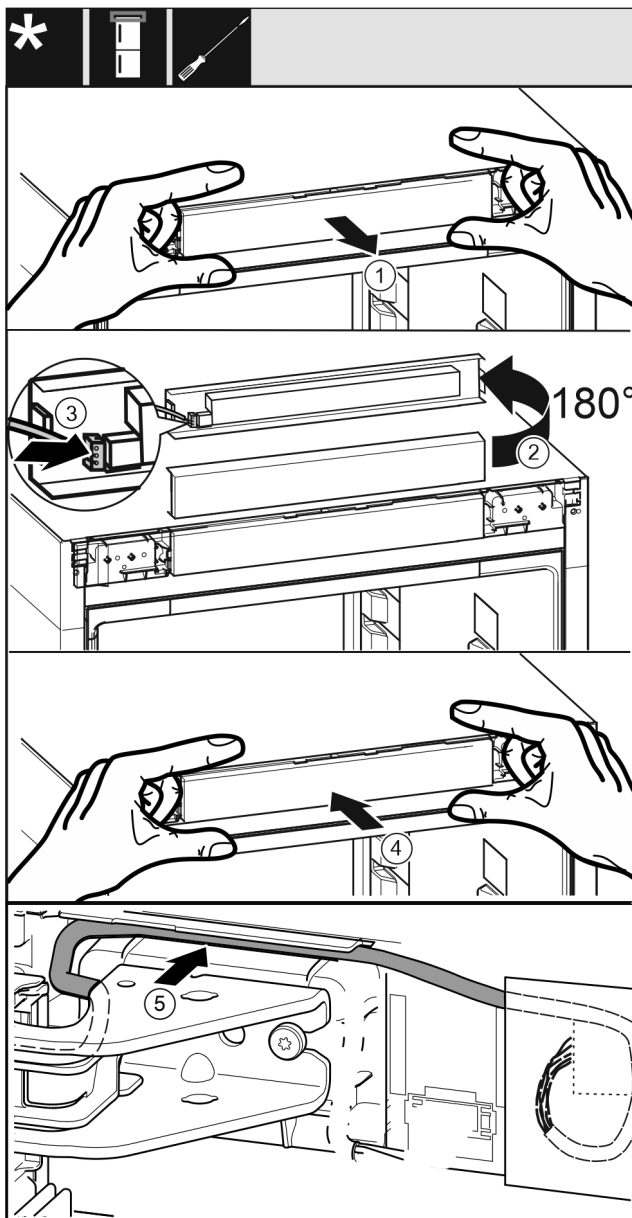

Fig. 43
- Bedienblende vorsichtig herausnehmen. Fig. 43 (1)
- Blende um 180° nach oben drehen. Fig. 43 (2)
- Stecker an der Bedienteilblende einrasten. Fig. 43 (3)
- Bedienblende wieder am Gerät einrasten. Fig. 43 (4)
- Graues Kabel vorsichtig in der Führung über dem oberen Lagerbock verlegen. Fig. 43 (5)